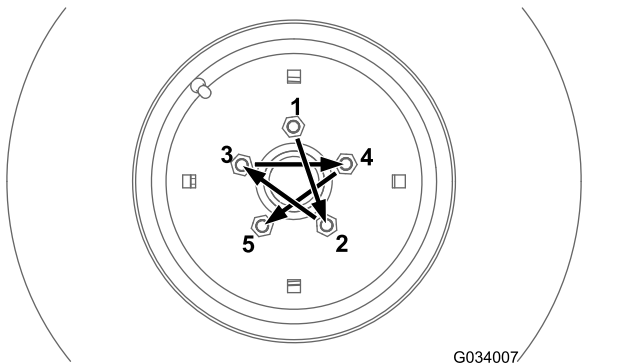
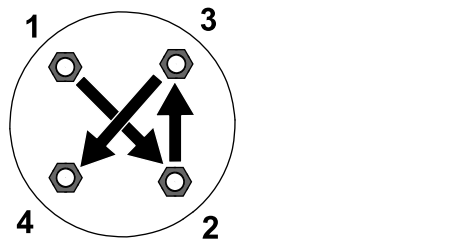

Bild 67
Bild 68
Ziehen Sie die Radmuttern an den Vorder- und Hinterrädern (nur Allradmaschinen) in einem kreuzförmigen Muster, wie in Bild 67 dargestellt, auf das angegebene Drehmoment an. Bild 68
- Vorderräder: siehe Bild 67
- Hinterräder (nur bei Allradmaschinen): siehe Bild 68